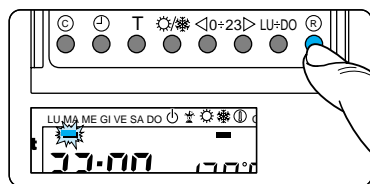

Fig. 39
8.5 - Se per il giorno dopo o successivi si desidera avere lo stesso programma, premendo il pulsante ® (fig.39) il programma viene automaticamente copiato per i giorni via via indicati dal segmento relativo.